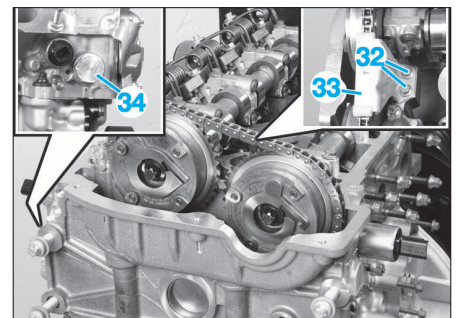

FIG. 14
- Déposer les 2 vis de fixation (32) (Fig.14).
- Déposer le patin antibattement (33), puis le tenneur (34).